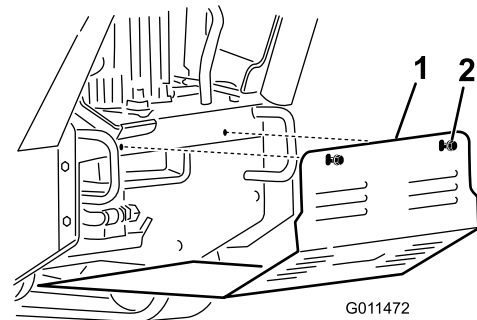

Figura 26
2. Allentate uno dopo l'altro i 2 bulloni che fissano lo schermo inferiore, fino a liberare completamente lo schermo (Figura 26).
2. Fate scorrere lo schermo inferiore nella macchina in modo che poggi su tutte e 4 le alette (Figura 26).